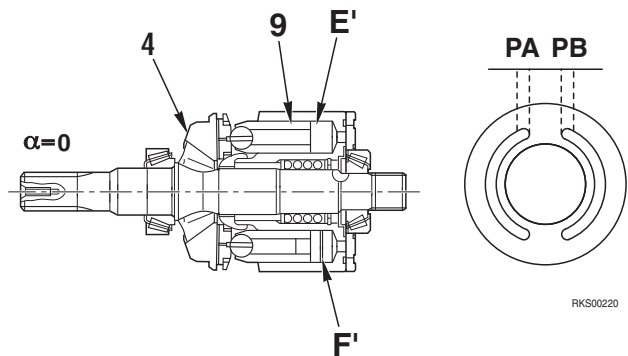

Fig. 2
- Si la línea central **X** del balancín de leva (4) está en línea con la dirección axial del bloque de cilindros (9), (ángulo del plato oscilante = 0), la diferencia entre los volúmenes **E'** y **F'** dentro del bloque de cilindros (9) se vuelve 0, de manera que la bomba no realiza ninguna succión o descarga de aceite (Fig. 2).